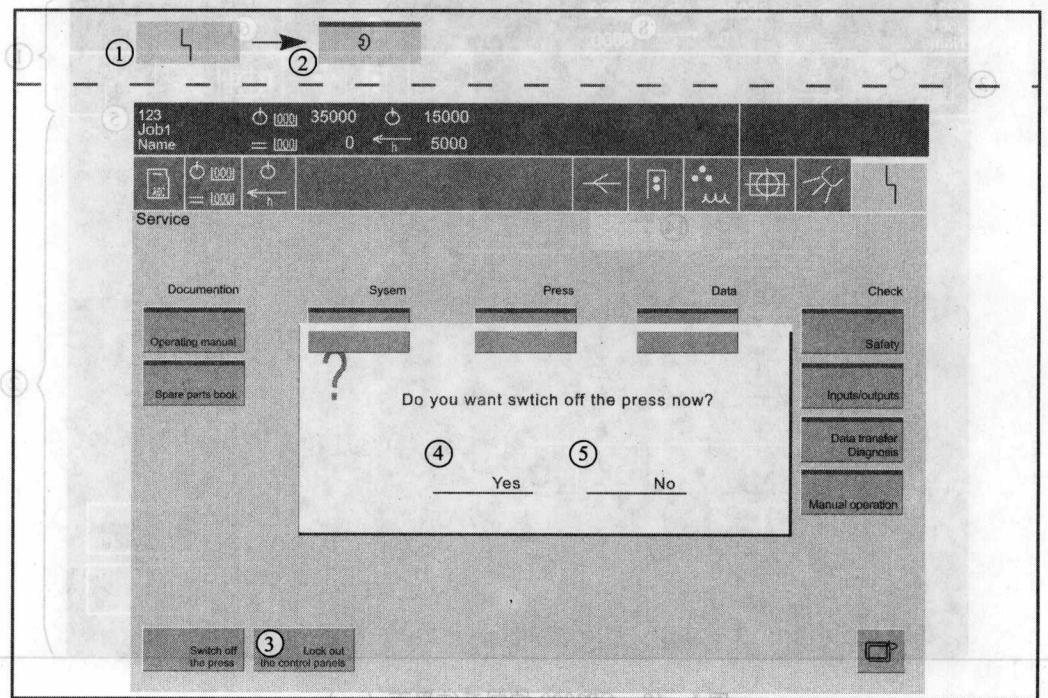

图 1-20 关闭印刷机电源的操作
关闭印刷机电源操作如图 1-20 所示，图 1-20 中标识的意义如下：①—故障按键；②—维修按键；③—关闭印刷机电源按键；④、⑤—是/否按键。